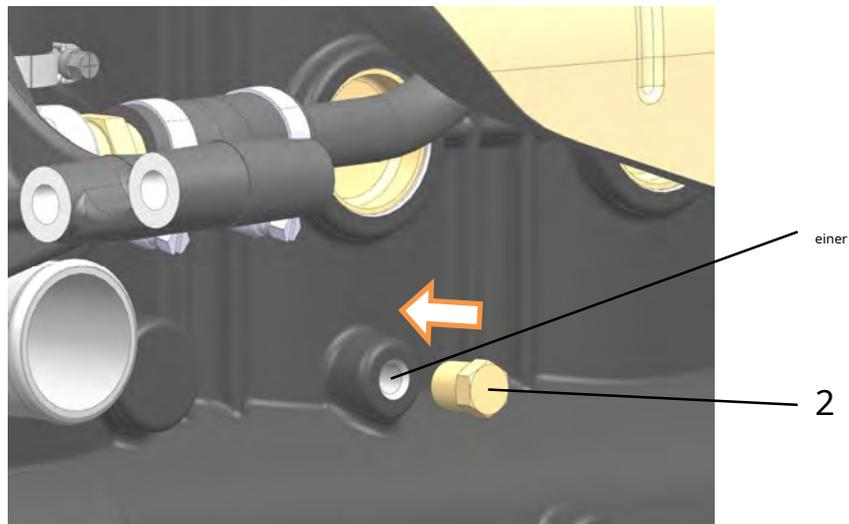

Abb. 178. Ablassschraube montieren:
**24.** Stopfen 2 (Abb. 178) des Kühlmittelablasses montieren, bevor Durch Auftragen eines anaeroben Dichtmittels "Fixator-6" (oder ähnlich: "Stopor-6", "Technogerm-5", "Germikon-2K") oder Silikondichtmittel "Unisil H50-1" auf das Gewinde. Schrauben Sie den Stopfen mit einem Drehmoment von 17,6 ... 34,3 N m (1,8 ... 3,5 kgf m) in Loch 1 ein.